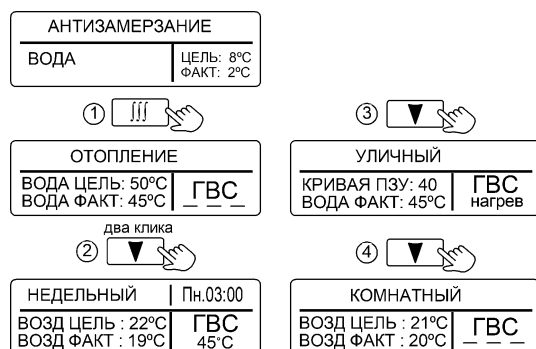
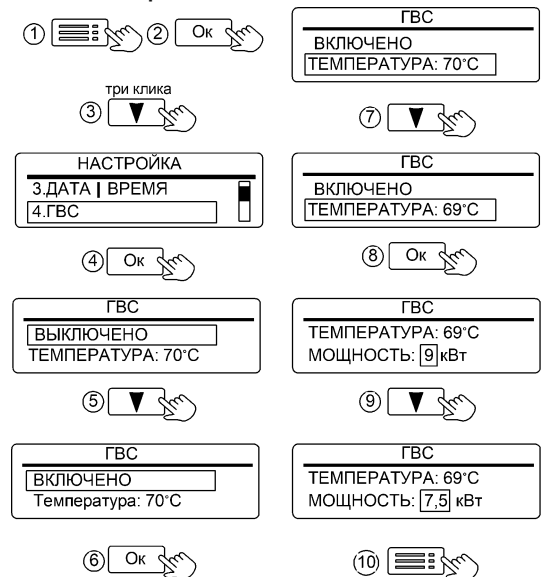
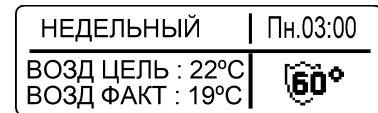
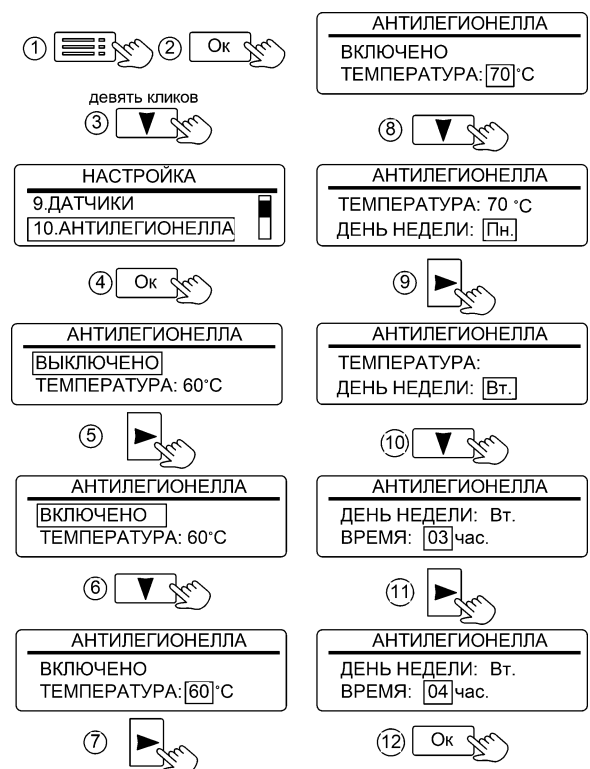

Рисунок 5. Режимы работы котла
Рисунок 12. Настройка режима «ГВС»
Рисунок 13.
Рисунок 14. Настройка времени включения режима «ЛЕГИОНЕЛЛА»
2 - Отображение состояния режима «ГВС» (см. рис. 5):
Вид отображения режимов работы на дисплее приведён на рис.5
Активация режима «ГВС» и настройка температуры горячей воды показана на рис. 12. Начальная заводская настройка температуры горячей воды - 70°C. При активированном режиме отображается как «ГВС» (см. рис. 5), при выключенном режиме, неисправном или отключённом датчике отображается как ГВС. В подменю «ГВС» предусмотрена настройка ограничения мощности ТЭН. Данную настройку реко-
В любой воде существует возможность развития бактерий легионеллы. Чтобы исключить угрозу отравления водой, получаемой из косвенного водонагревателя, котел имеет режим «АНТИЛЕГИОНЕЛЛА». Режим автоматически активируется при подключении NTC-датчика температуры к плате контроллера и включения режима «ГВС» (см. рис. 12). При отключении NTC-датчика – режим деактивируется и меню «АНТИЛЕГИОНЕЛЛА» (см. рис. 14) не доступно для Пользователя. Если режим активирован - каждую неделю, в установленное
время выполняется нагрев воды в косвенном водонагревателе до значения, установленного в настройках котла - см. рис. 14 (заводская настройка – 60°C). Температура поддерживается в течении десяти или пяти минут, в зависимости от установленного значения. Во время нагрева вместо надписи «ГВС» отображается значок «60°» (см. рис. 13).
Заводская настройка времени включения нагрева – Понедельник, 03:00. Имеется возможность изменения времени включения и значения температуры нагрева (см. рис.14).
предотвращения риска причинения вреда здоровью и поломки оборудования, значения температурных уставок в режимах «ГВС» и «АНТИЛЕГИОНЕЛЛА» должны быть меньше максимально-допустимой температуры нагрева воды в бойлере. При необходимости уменьшите значения уставок (см. рис. 12, см. рис. 14).
**11.1.4 «4.ГВС»** - установка состояния режима «ВКЛЮЧЕНО / ВЫКЛЮЧЕНО». Индикация «ВКЛЮЧЕНО» означает разрешение на работу режима ГВС. Индикация «ВЫКЛЮЧЕНО» запрещает работу режима «ГВС» (см. рис. 12).